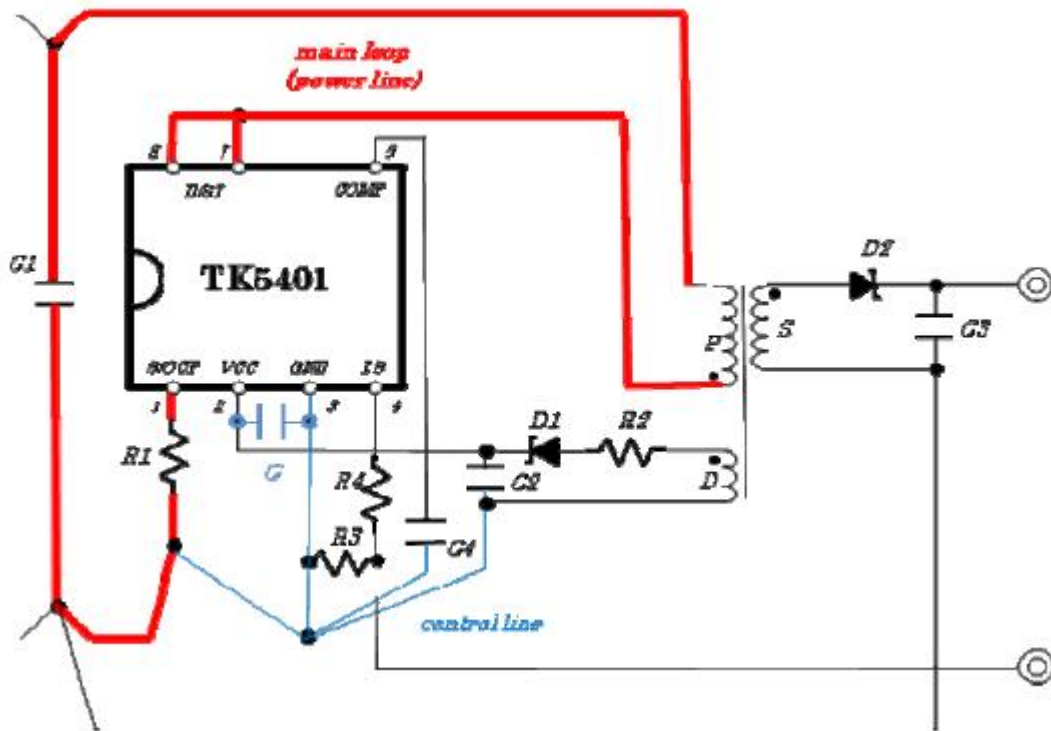

图 12 连接模式示例
(1) 如图 12 所示，请将 IC 的 S/CCP 端和 D/ST 端的线布为尽量短而粗的箕形纹以利于开关电流。
(2) 请将 IC 的 Vcc 端的线布得尽量短而粗，当 IC 和 C2 的距离远时请务必在 Vcc 和 GND 间放置一个 $50\text{V}/0.1\mu\text{F}$ 的电容。
(3) 建议漏极采用较大的空间以利于散热。
(4) 请将 IC 的 S/CCP 端和电流采样电阻 R1 间的线布为尽量短而粗。另外请将电源的 GND 和控制端的 GND 用其它图案完全隔离。